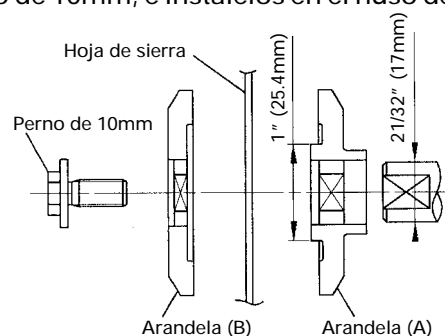

Fig. 44-d
- (7) Presione el bloqueador del huso y apriete el perno de 10mm girándolo hacia la izquierda con la llave de accesorio estándar (llave de cubo de 17mm), como se indica en la Fig. 44-c.